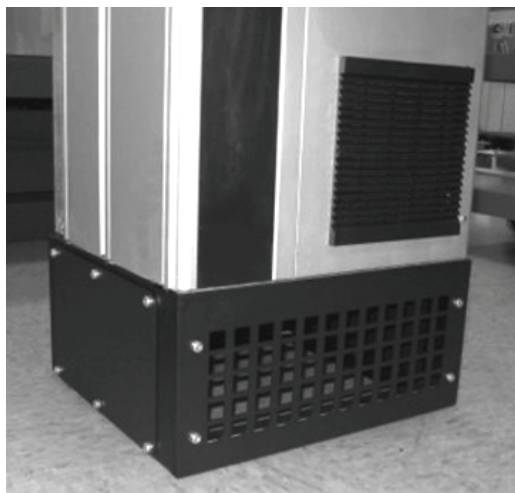

Fig. 9 CUE sobre un pedestal
3. Montar el CUE en el pedestal utilizando los tornillos que se adjuntan. Ver fig. 9.